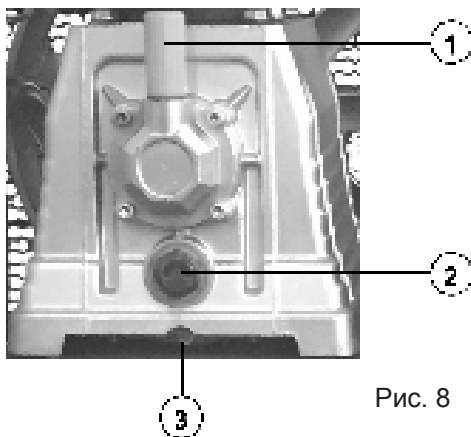

Рис. 8
1. Открутить сапун 1 (Рис. 8). Сапун закрывает маслосливное отверстие.
2. Подставить под пробку маслосливного отверстия сборную емкость и открутить пробку маслосливного отверстия 3 (Рис. 8)